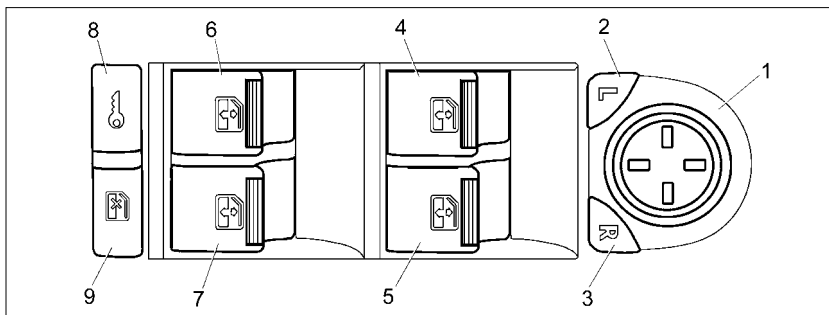
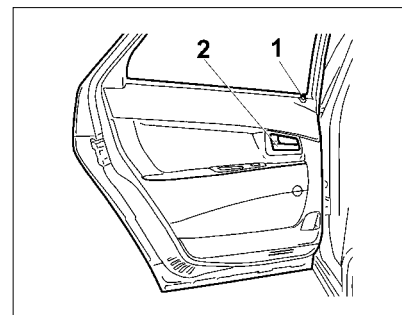

Рис. 6. Модуль двери водителя
Рис. 7. Задняя левая дверь
ционного управления; изнутри – нажатием кнопки 1 (рис. 4, 5) на обивке двери или клавиши 8  в модуле двери водителя (рис. 6). Блокировать замки передних дверей можно только при закрытых дверях.
\* В варианте исполнения переключателя поз. 6, 7, 9 рис. 6 могут отсутствовать.
**Для подъема и опускания стекол** передних и задних дверей используются электростеклоподъемники, которые могут управляться от переключателей модуля двери водителя (рис. 6, поз. 4...7)\*, от переключателей в пассажирских дверях и от кнопок  и  пульта дистанционного управления. Для подъема нужного Вам стекла потяните за край соответствующего переключателя электростеклоподъемника вверх.
ем кнопки 1 (рис. 7, 8) на двери или клавиши 8  в модуле двери водителя (рис. 6). Блокировка замков задних дверей возможна как при открытых, так и при закрытых дверях.
Для опускания и подъема стекла задних дверей используются электростеклоподъемники (**в варианном исполнении**), которые приводятся в действие переключателями 6 и 7 (рис. 6) в модуле двери водителя и кнопками  и  пульта дистанционного управления.